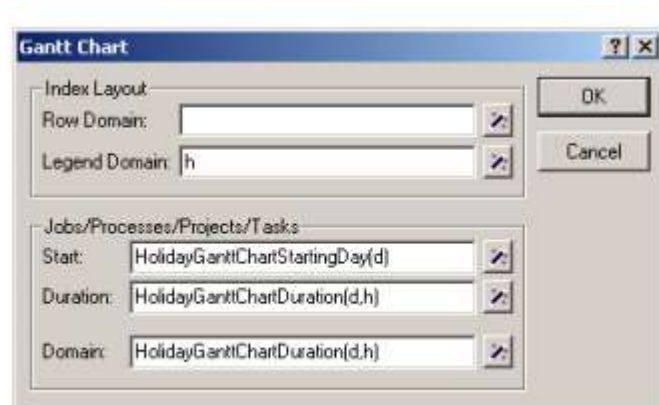

图 12.10 假日规划的 **Gantt Chart** 对话框
- 使用 **Wizard** 按钮  来完成图 12.10 所示的 **Gantt Chart** 对话框